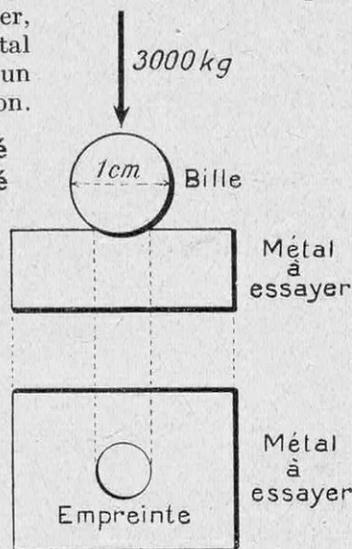

FIG. 14. — LA DURETÉ
Cette méthode consiste à appuyer fortement sur le métal à essayer une bille très dure (1) avec une force qu'on peut mesurer (fig. 14) et à déterminer ensuite la surface de l'empreinte ainsi produite. Un échantillon donné aura une dureté (superficielle) d'autant plus grande que la force exercée sera plus grande et que l'empreinte sera moins étendue : la dureté pourra donc s'exprimer en kilogrammes par millimètre carré.